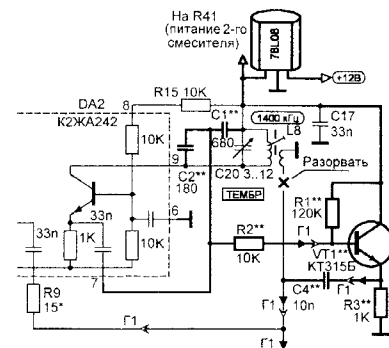

Рис.2.
Итак, первым делом выбираем центральную частоту, на которой будет работать станция (в данном случае это 1900 ± 15 кГц). ГПД выполнен на основе кварцевого генератора микросхемы DA2. Детали монтируются на месте ZQ1 по схеме рис. 2 (вновь введенные и замененные элементы помечены «\*\*» и выделены жирной линией), регулятор «ТЕМБР», при этом, становится ручной настройкой. Для смены боковой полосы, частота генерации выбрана ниже рабочей на 500 кГц (1400 кГц), проконтролировать настройку можно частотомером или радиовещательным приемником СВ (MW) диапазона с ЦШ. В качестве контурной использовалась